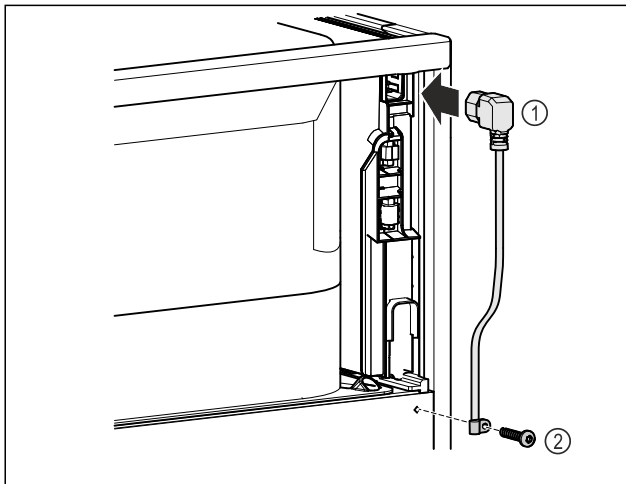

Fig. 8
- ▶ Вставьте разъем сетевого кабеля, предназначенный для устройств, не выделяющих тепла, Fig. 8 (1) с задней стороны устройства.
- ▶ Установите приспособление для разгрузки натяжения кабеля. Fig. 8 (2)